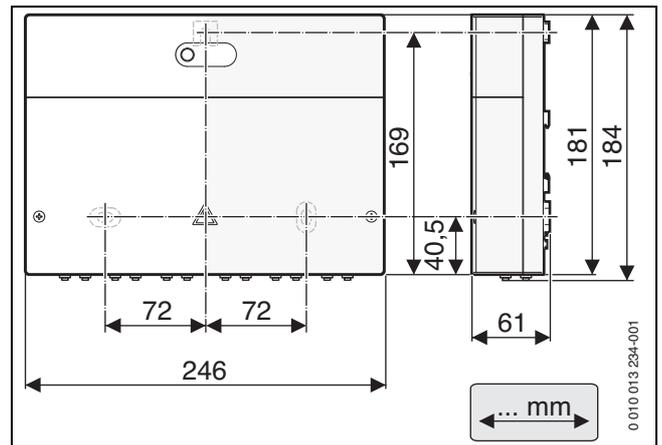
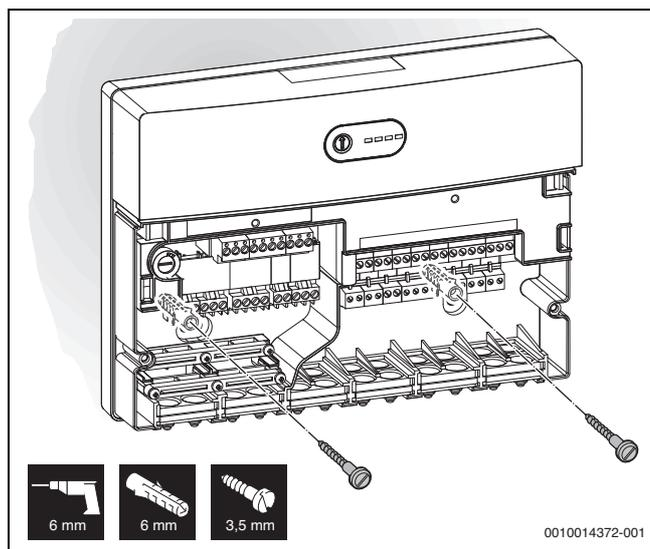
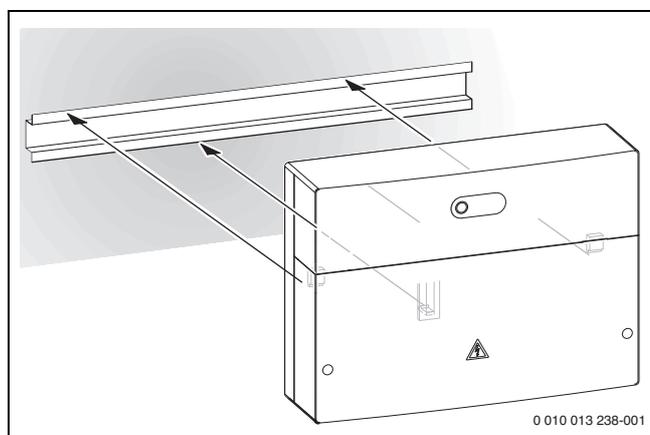

Bild 17 Abmessungen des Elektronik-Moduls
Bild 20 Elektronik-Modul an der Wand befestigen
Bild 21 Elektronik-Modul an Hutschiene befestigen
► Modul an einer Wand (→ Bild 17 – Bild 20), an einer Hutschiene (→ Bild 21) oder in einer Baugruppe installieren.